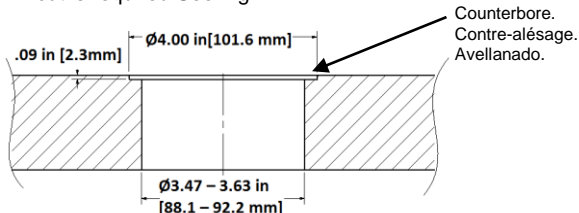

Fig. 2
- To mount Catalog RCT2x1 and RCT4x1, a flush mount cut is required See Fig. 2.
- Pour fixer les numéros de catalogue RCT2x1 et RCT4x1, une coupe pour montage affleurant est requise. Consulter la Fig. 2.
- Para montar el catálogo RCT2x1 y RCT4x1, se requiere corte de montaje vea la Fig. 2.